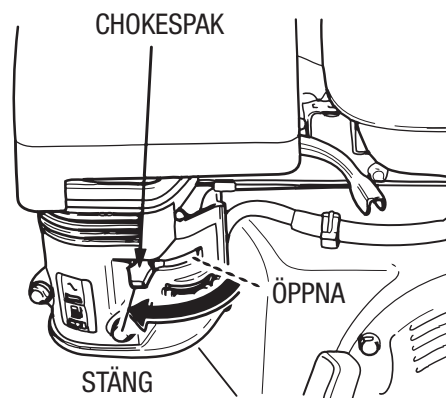

Bild 26. Motorns chokespak
4. Placera **Chokespaken** (bild 26) i läge "OPEN"
6. Om motorn har startat, dra sakta tillbaka chokespaken (bild 26) till läge **CLOSED**. Om motorn inte har startat, upprepa steg 1 till 5.